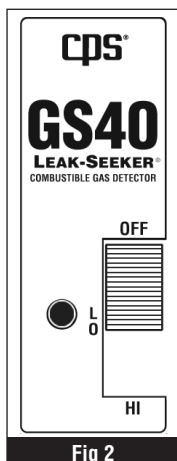

Fig 2
2. Schalten Sie das Gerät ein indem Sie den Schiebeschalter auf der Frontseite des Gerätes in die LO-Position schieben wie in Fig.2 zu sehen. Das Gerät ist nun in der Position für leichte Sensitivität eingestellt.